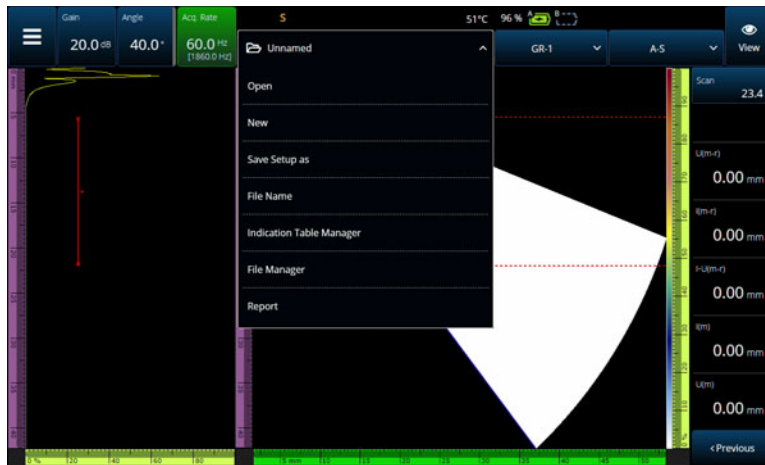
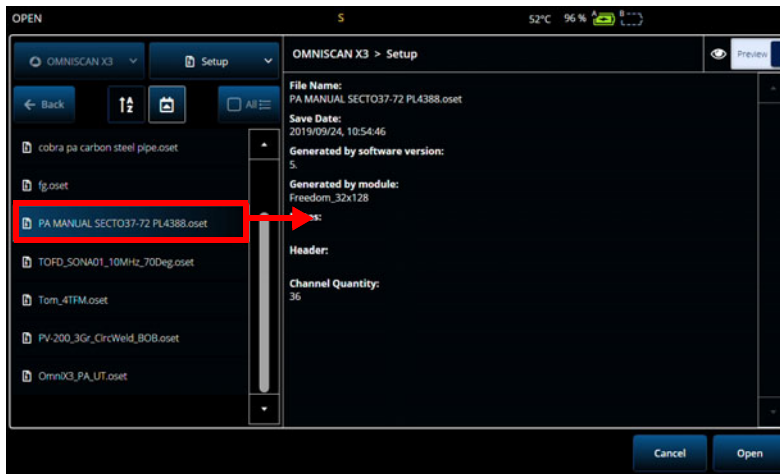

Figura 6-1 Menu File (arquivo)
Figura 6-2 Menu Open (abrir)
As configurações e dados de inspeção são mantidos e organizados através de arquivos, e apresentados em relatórios. Você pode usar o menu **File** (arquivo) para acessar vários parâmetros de arquivo, a ferramenta **Report** (relatório) e o **File Manager** (gerenciador de arquivos) (Figura 6-1 na página 201).
- Para salvar seu arquivo de configuração, selecione **Save Setup As** (salvar configuração como) no menu **File** (arquivo) (Figura 6-1 na página 201).
- Para abrir um arquivo, selecione **Open** (abrir) no menu **File** (arquivo) (Figura 6-1 na página 201) e depois escolha o diretório no qual o arquivo está localizado. Você pode abrir o arquivo de configuração ou o arquivo de dados selecionando o tipo de arquivo. Você também pode classificar os arquivos em ordem alfabética ou por data usando o ícone **Filter** (filtro) e pré-visualizar o arquivo selecionado (Figura 6-2 na página 202).